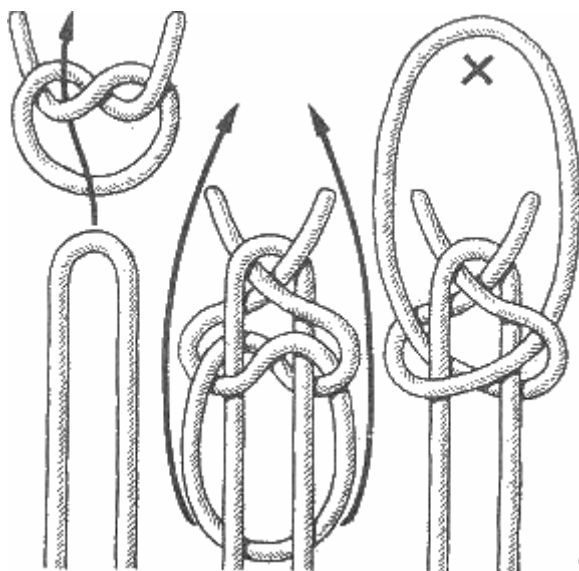

Рис. 116. Лучниковская петля
**Лучниковская петля** (рис. 116). Некоторые знатоки узлов называют ее **"турецким узлом"**. Это один из древнейших и удивительнейших узлов, когда-либо придуманных человеком. У него конкретное назначение — регулировать натяжение тетивы лука.